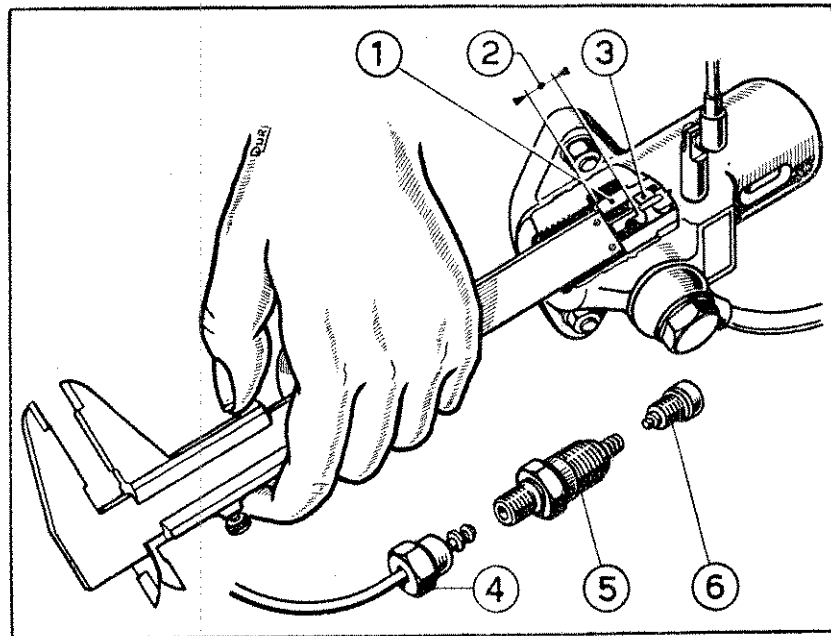

Fig. 11 - CONTROLLO DELLA CORSA MORTA DELLA POMPA INIEZIONE
del piano superiore del cilindretto. A tale scopo si può usare un comune calibro come indicato nella Fig. 11. Togliere il bocchettone del tubo di mandata 4), il raccordo 5) e la valvolina con relativa sede 6). Appoggiare il calibro al piano del cilindretto 1) e spingere a fondo la sonda fino a toccare il pistoncino 3). Se la distanza 2) risulta quella prescritta lo spostamento è esatto, diversamente bisognerà accorciare od allungare la punteria.
**b) Registrazione dell'anticipo iniezione** - A questo scopo occorre individuare il punto d'inizio della pompata nel seguente modo: Svitare il bocchettone del tubo di mandata 4), Fig. 11) il raccordo 5), estrarre la sola valvolina 6) e riavvitare il raccordo. Aperto il rubinetto del serbatoio il combustibile sgorgherà dal raccordo; ruotando lentamente il volano si vedrà, durante la fase di compressione, la linea di fede della pompa sollevarsi e, dopo un certo percorso di esso, si vedrà cessare l'erogazione del combustibile. Questo punto corrisponde all'inizio pompata e deve avere luogo in corrispondenza del segno inciso sul volano e contraddistinto con le lettere I. P.